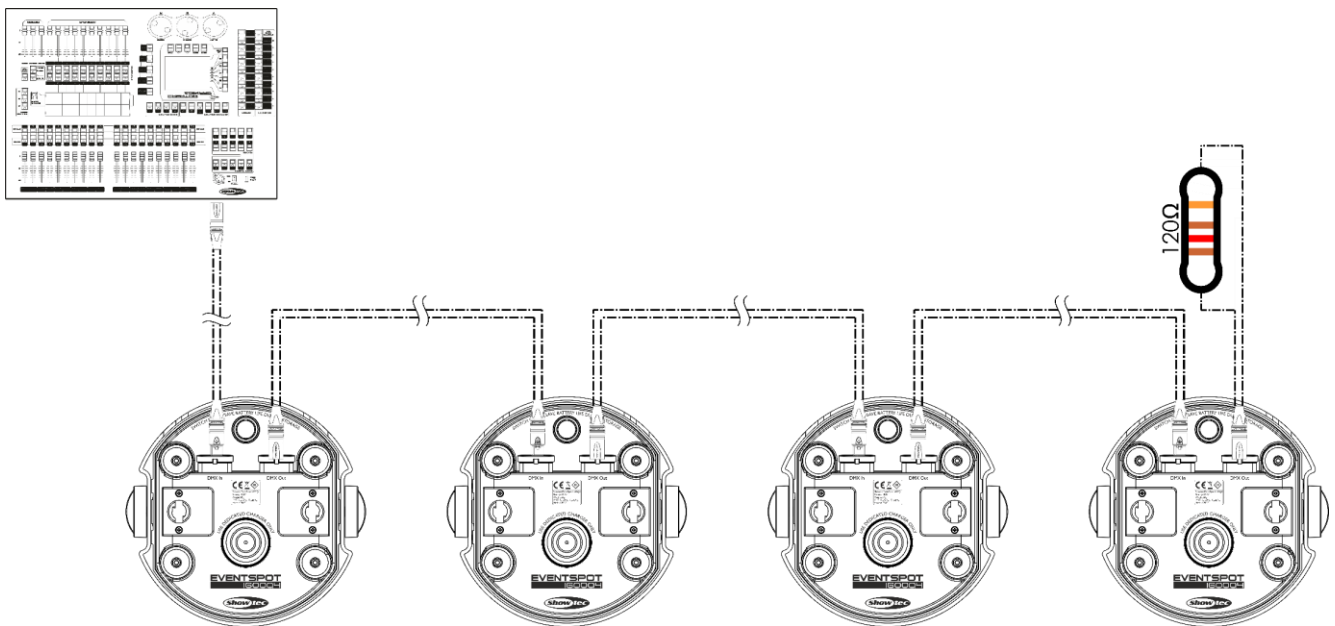

Fig. 06
- 03) Conecte las unidades entre ellas como se muestra en la Fig. 06. Para ello conecte un cable de señal DMX que vaya desde el conector DMX Out (salida) de la primera unidad hasta el conector DMX In (entrada) de la segunda unidad. Repita este proceso para conectar las unidades segunda, tercera y cuarta entre ellas.